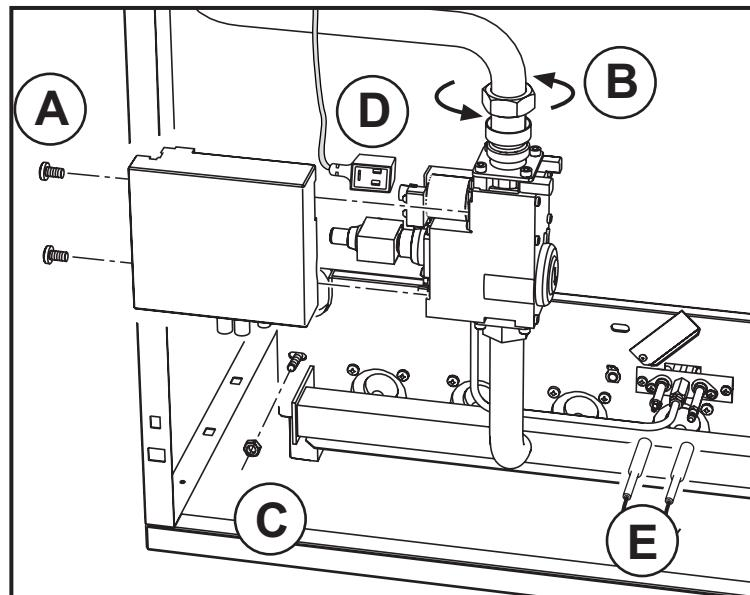
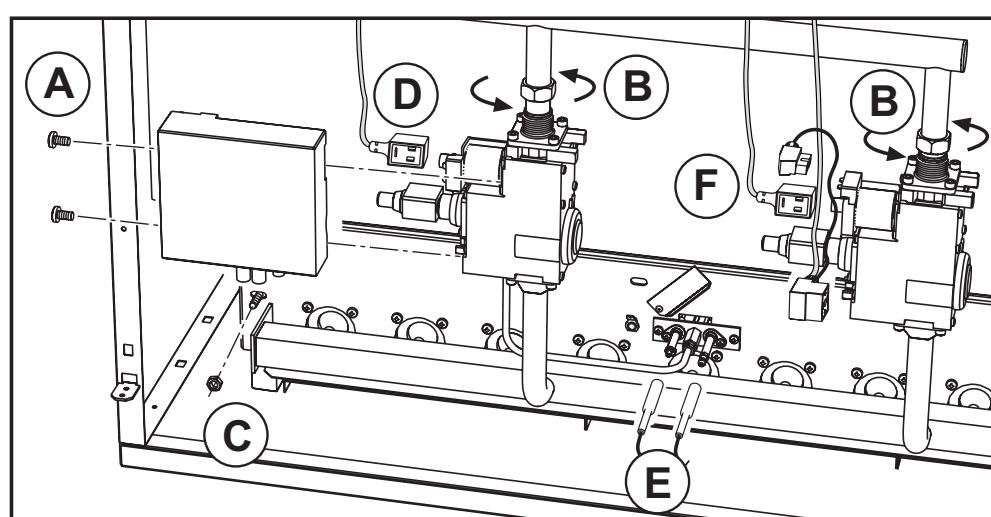

fig. 9 - Modelos 67, 77 y 87
fig. 10 - Modelos 97 y 107
- Desenrosque los dos tornillos (A) que fijan la centralita electrónica de control de llama a la válvula del gas (figs. 9 y 10) y extrágala de la válvula. Desenrosque el tornillo de fijación del conector (D - figs. 9 y 10) y extraiga el conector.
- En los modelos GASTER N 97 y 107 AW que tienen dos válvulas de gas, desenrosque también los dos tornillos de fijación de los dos conectores eléctricos (F) que alimentan la segunda válvula, y extrágilos de la válvula.
- Desenrosque la tuerca que fija el tubo de entrada de gas antes de la válvula (fig. 9). En los modelos 97 y 107, desenrosque las dos tuercas (fig. 10).
- Desenrosque las dos tuercas que fijan la puerta de la cámara de combustión a los elementos de fundición de la caldera (figs. 9 y 10).